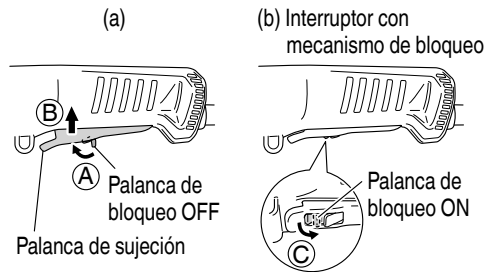

Fig. 3
ON: Para poner la máquina en funcionamiento, deslice la palanca de bloqueo OFF y después la palanca de sujeción en el sentido de ⓑ como se muestra en la Fig 3-a.
Además, deslice la palanca de bloqueo ON en el sentido de ⓒ como se muestra en la Fig.3-b manteniendo presionada la palanca de sujeción para permitir la operación continua.
OFF: Para desactivar el modo de bloqueo, presione la palanca de sujeción en el sentido de ⓑ, como se indica en la Fig.3-a, y suéltela a fin de parar la máquina.
- Para poner la máquina en funcionamiento, deslice la palanca de bloqueo en el sentido de Ⓐ y presione la palanca de sujeción en el sentido de ⓑ como se indica en la Fig. 3-a. Para parar la máquina, suelte la palanca de sujeción.